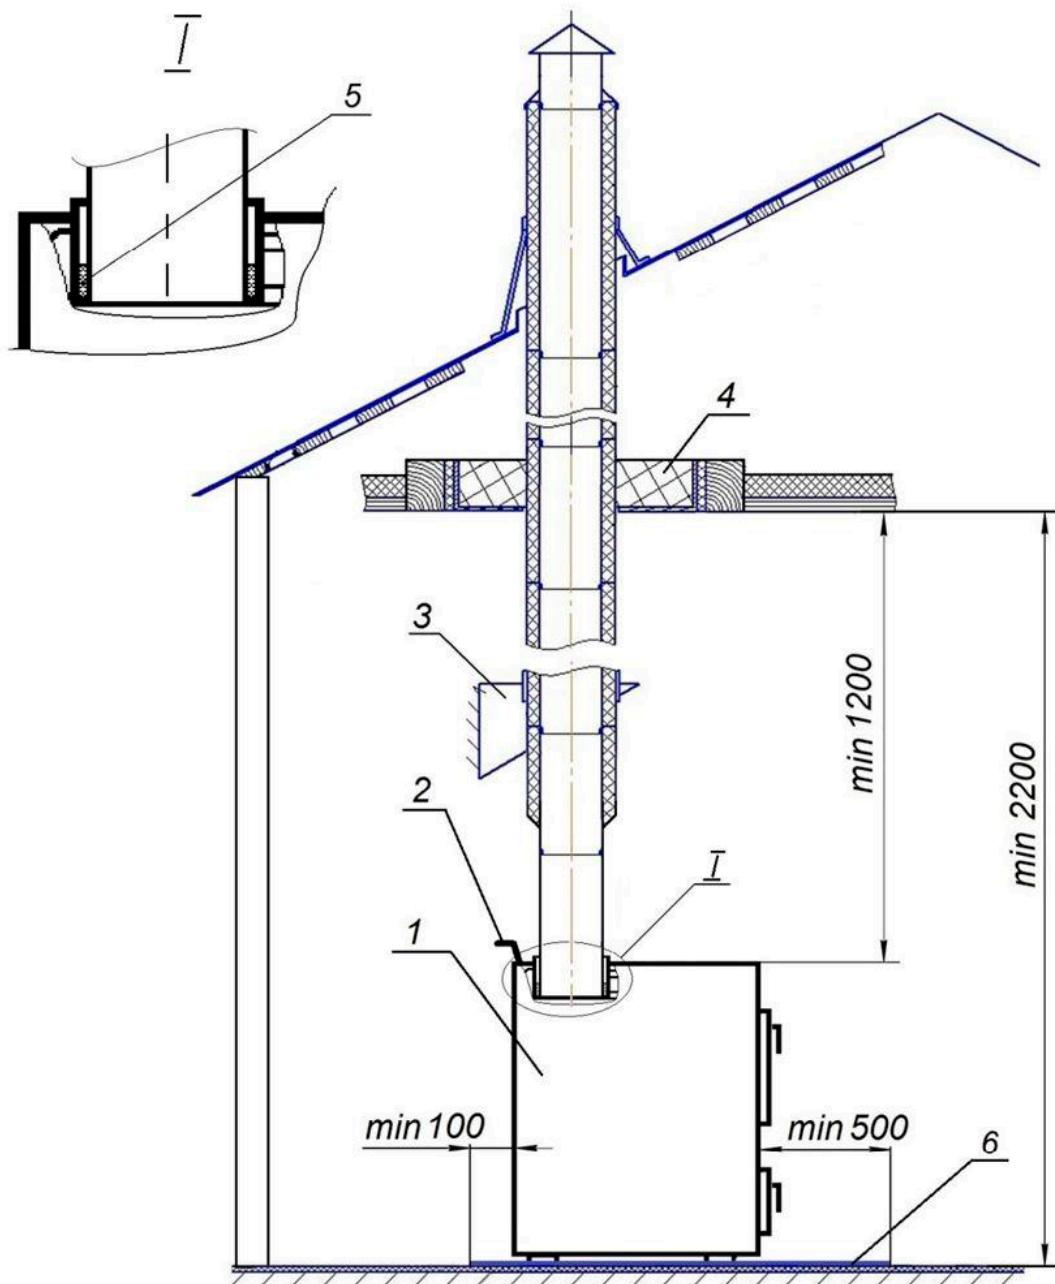

Рисунок 3. Схема монтажа печи и дымовой трубы.
4.8. Печь должна быть разгружена от веса дымовой трубы (*поз. 3 на рис. 3*).